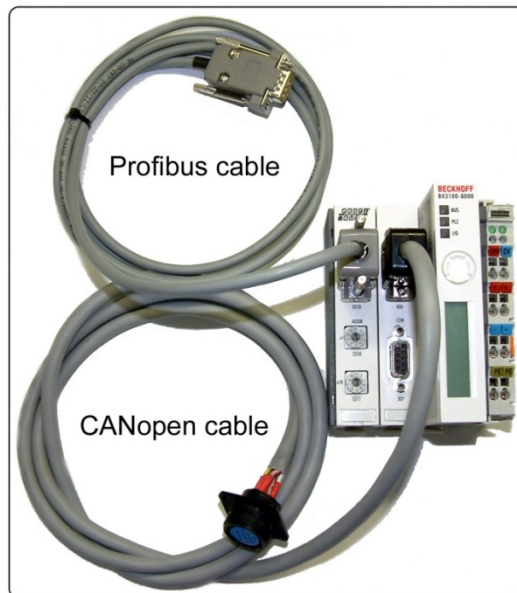

fig. 2.4
2.4 Art. 210.20 composition (fig. 2.4).